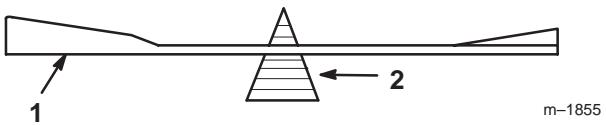

Bild 44
2. Überprüfen Sie die Auswuchung des Schnittmessers auf einer Messerwaage (Bild 44). Wenn das Schnittmesser in seiner horizontalen Position bleibt, ist es ausgewuchten und kann wiederverwendet werden.